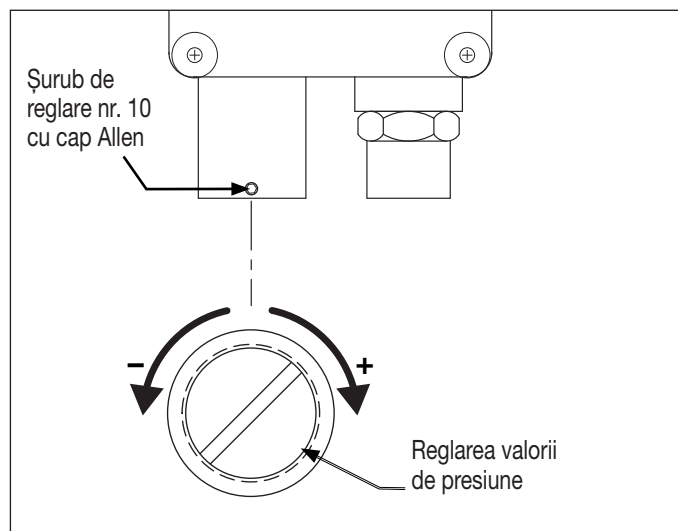

Figura 12: Reglarea setării presostatului
4. Desfaceți șurubul de reglare a presostatului cu o cheie Allen nr. 10. Vezi figura 12.
5. Deplasați maneta valvei de control în poziția de avansare (A).
7. Cu ajutorul unei șurubelnițe plate, rotiți șurubul de reglare a presostatului în sens orar, pentru a crește valoarea setată a acestuia și, în sens antiorar, pentru a o scădea. Vezi figura 12. Verificați că presostatul se deschide și motorul pompei se oprește la valoarea de presiune setată.